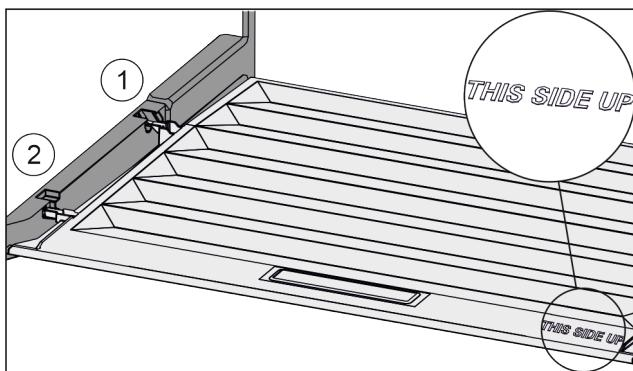

Fig. 49
- Výstupky veka zavedte cez otvor zadného držiaka Fig. 49 (1) a zaistite vpredu v držiaku Fig. 49 (2).